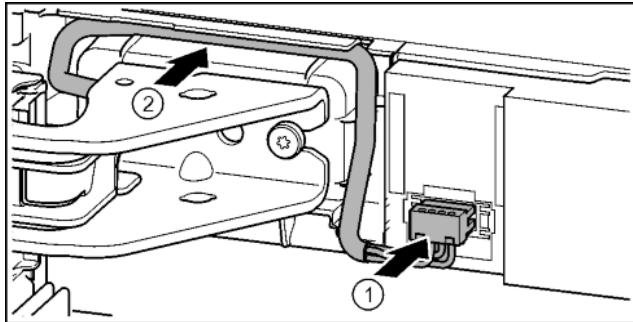

Fig. 42
- Зафіксуйте штекер над верхнім опорним кронштейном та обережно покладіть жили кабелю в канал. Fig. 42 (1)
- Обережно розташуйте сірий кабель в направляючій над верхнім опорним кронштейном. Fig. 42 (2)